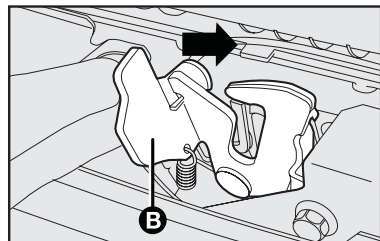

fig. 59
- desplazar la palanca en el sentido de la flecha **B**-fig. 59 como se indica en la figura;